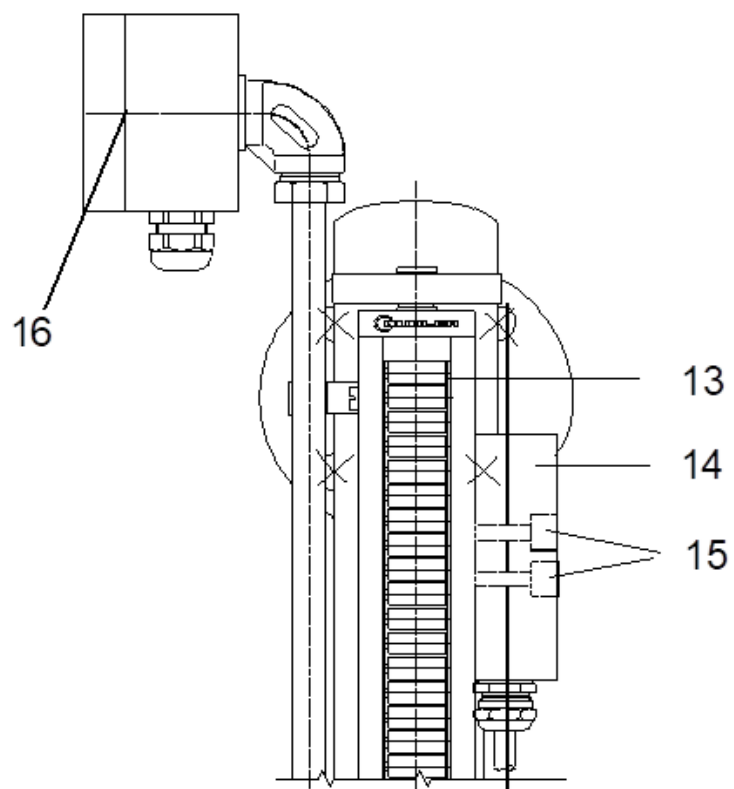

Рисунок 8 Монтаж преобразователя уровня и магнитного выключателя
3.5.1 Магнитные выключатели 14 (см. рис.8) регулируются на заданную точку срабатывания путем перемещения их в крепежном пазе магнитного роликового указателя уровня 13. Для этого освободить крепежные винты 15.